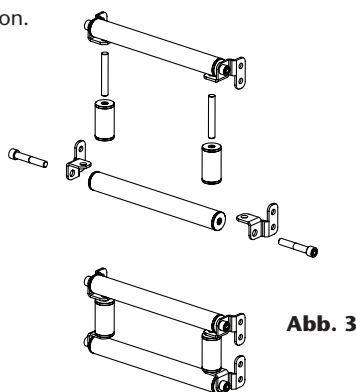
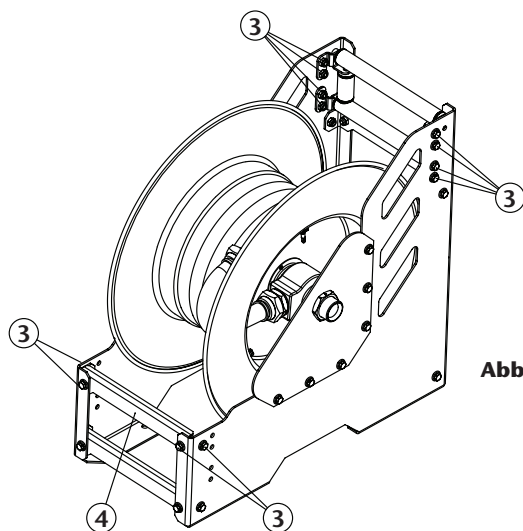

Abb. 3
Abb. 4
5. Bauen Sie die zuvor auseinandergenommenen Schlauchauslasskomponenten wie gezeigt zusammen (Abb. 3) und bringen Sie sie wie gezeigt an ihre neue Position. Schrauben Sie dann die Schrauben (3) fest (Abb. 4).
6. Montieren Sie abschließend das Querstück (4) (Abb. 4) an der angezeigten Position.